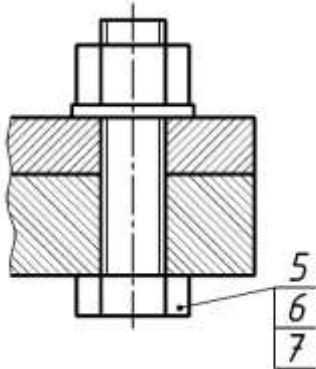

Рисунок 4. Изображение стандартных крепежных деталей общей линией–выноской
- з) допускается делать общую выноску с вертикальным расположением номеров позиций, например, для группы крепежных деталей: болт, гайка, шайба (рис. 4).